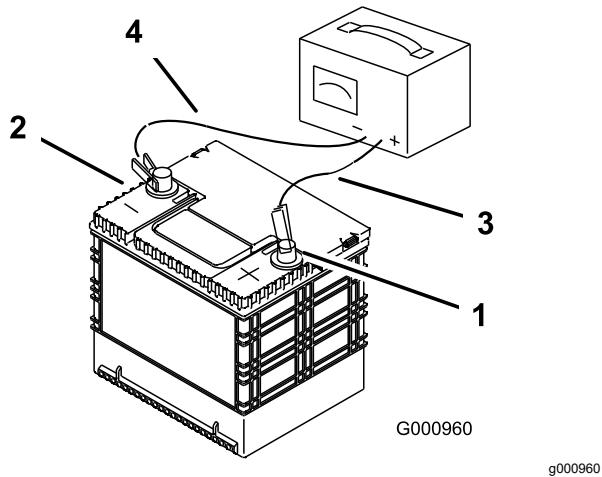

Figura 75
3. Cuando la batería esté completamente cargada, desconecte el cargador de la toma de electricidad, luego desconecte los cables del cargador de los bornes de la batería (Figura 75).